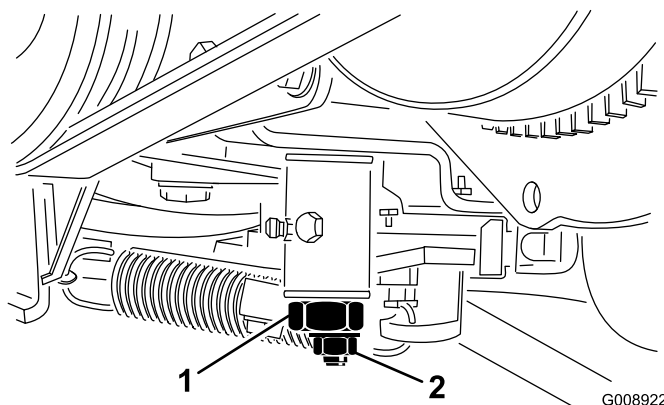

Figure 56
2. Desserrez le connecteur du câble d'accélérateur sur le bras du levier de la pompe d'injection (Figure 56).